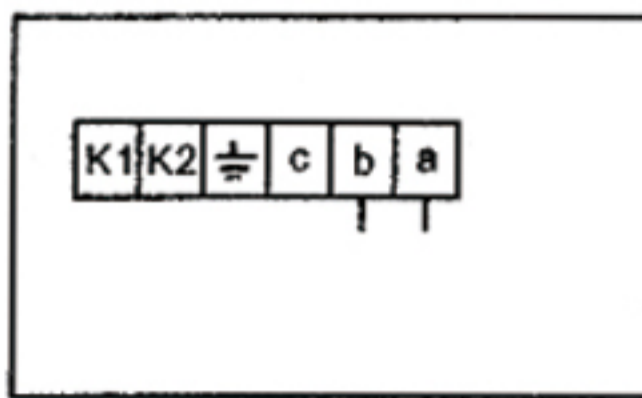

图12
**Q型电压指示器：**不但具有 T型全部功能，还可以达到：当三相高压母线中，任何一相电压达到额定相电压的65%~100%时，电子线路控制继电器输出接点J打开，处于强制闭锁状态；（背视接线图中3、4或K1、K2端子）。当三相均不带电，①二次电源正常，输出接点闭合，处于解锁状态；②二次电源断开，输出接点打开，处于保护闭锁状态，达到强制闭锁功能（接线图详见图12）。工作状态详见表二。